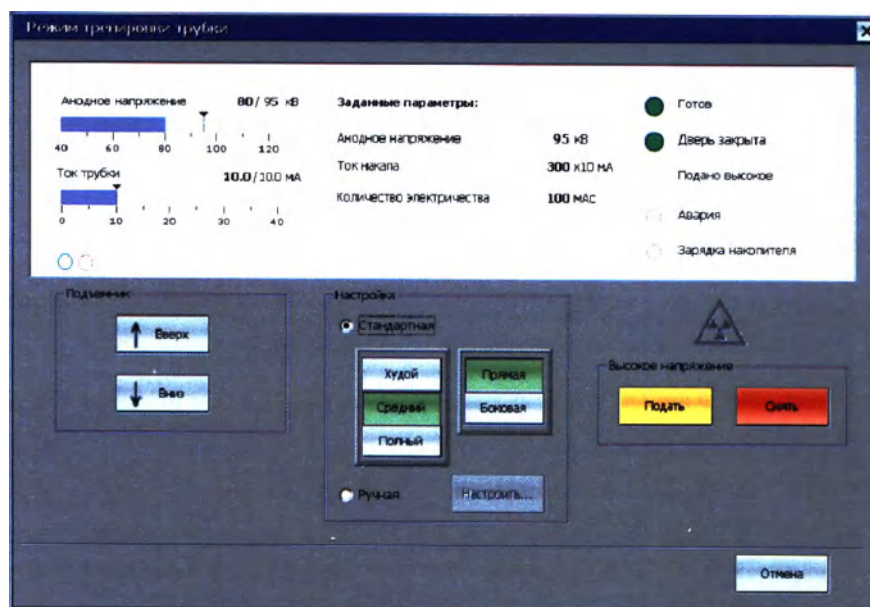

Рисунок 11 – Диалог режима тренировки рентгеновской трубки
Вертикальное перемещение и поворот съемочного узла осуществляется только путем нажатия кнопок на многоцелевом пульте управления (ПУ) (рис.11).
**7.2.1** В меню **«Сервис»** выбрать пункт **«Тренировка трубки»**. При этом на экран будет выведено окно режима тренировки трубки (рис. 11).